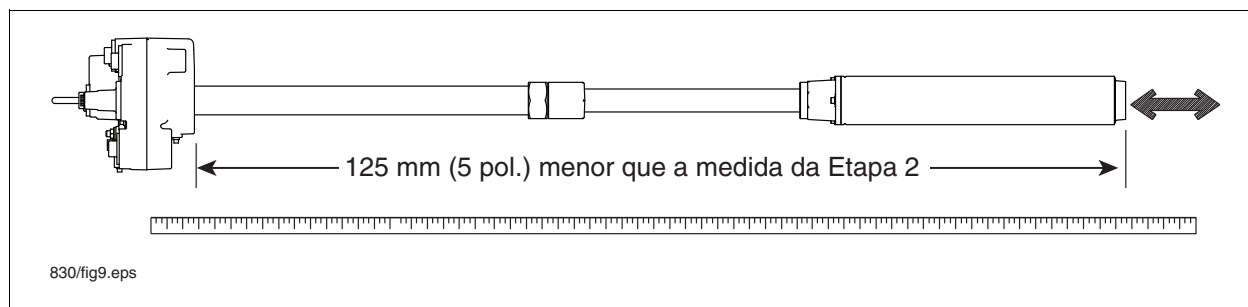

Figura 12. Ajuste do comprimento da bomba
5. Usando a Figura 12 como referência, puxe a extremidade da UMP até que a distância entre a parte inferior do manifold e a parte inferior da UMP seja 125 mm (5 polegadas) (381 mm [15 polegadas] para sucção flutuante) menor do que a distância medida na Etapa 2.